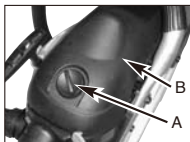

Fig. 15A
1. Ta bort locket (A) som håller luftfiltrets kåpa på plats, ta bort den övre kåpan (B) genom att lossa fästskruvorna. Kåpan går att lyfta av. (Fig. 15A)